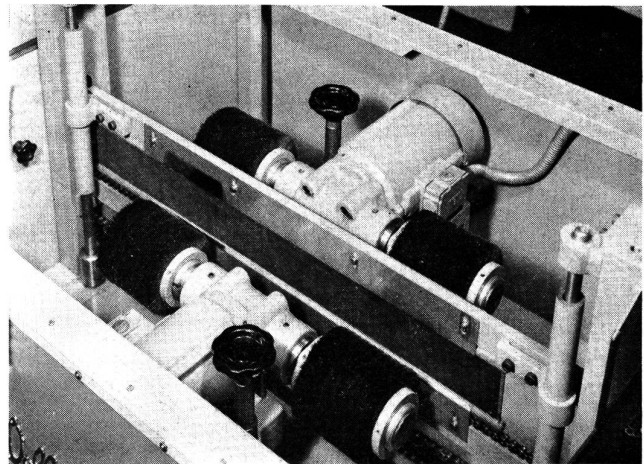

Abbildung 3 Bürst- und Polierzone mit den vier rotierenden gegenläufig drehenden Bürsten
Auf dem «Reed-O-Mat», einer automatischen Webblatt-Bürst- und Poliermaschine, werden keine Steine zum Polieren verwendet. Anstelle der Steine treten die sogenannten Scotch-Brite Polierscheiben (6). Schon ein leichter Druck dieser Polierscheiben auf das Blatt genügt, damit sich die rotierende Scheibe leicht zwischen die Zähne eindrückt und deren Kanten abrundet und poliert. Diese Arbeit wird vollautomatisch ausgeführt. Es braucht weder fachmännische Kenntnisse noch Gefühl, weder separate Polierscheiben für verschiedenartige Blätter noch eine Ueberwachung der Maschine. Die Blätter werden ins Abgabemagazin der Maschine gelegt und die Automatik schiebt sie durch die Bürsten oder Polierscheiben. Auf der andern Seite des Bürstmechanismus werden sie wieder ins Aufnahmemagazin aufgestapelt. Die Vorschubgeschwindigkeit kann stufenlos eingestellt werden. Die Maschine ist standardmässig lieferbar für Blattlängen von 2 m bzw. für Blattlängen bis zu 3,30 m (Abbildung 3).